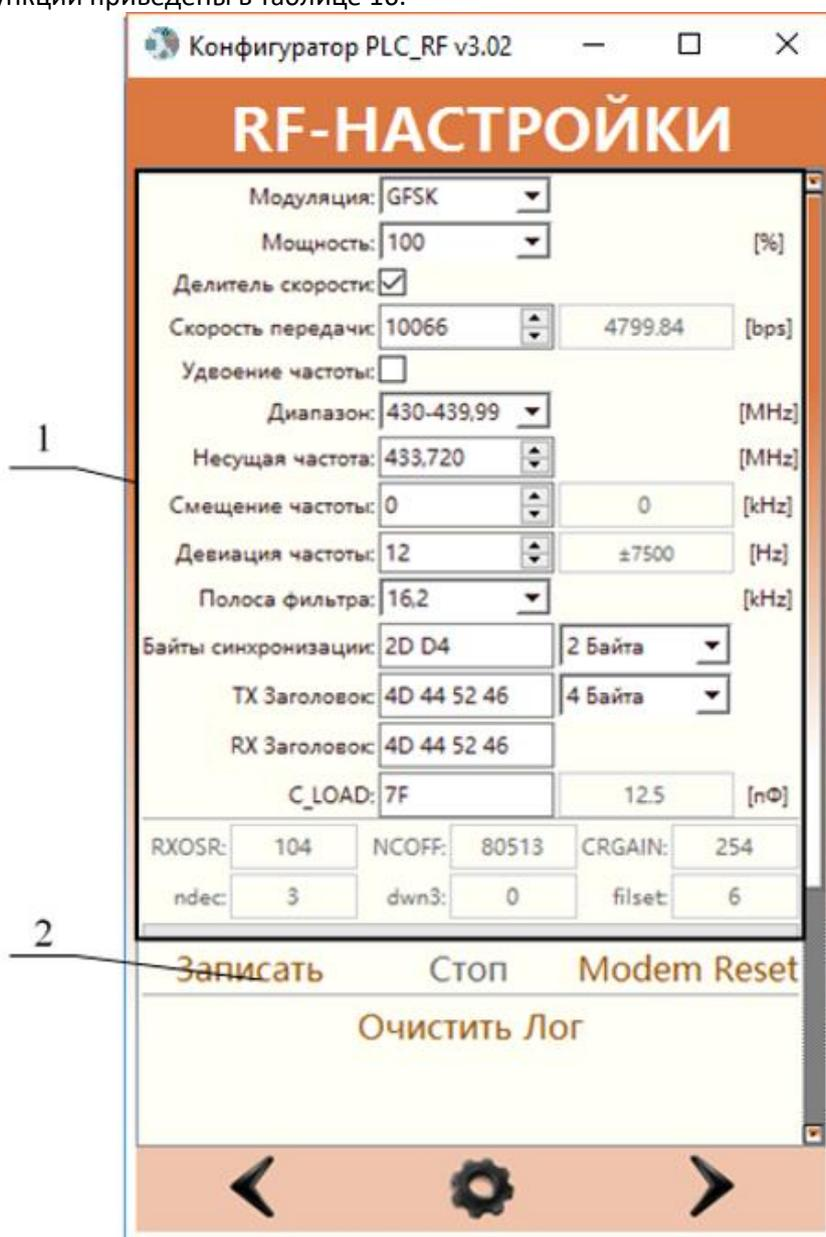

Рисунок 29 – Окно «RF-настройки» Милур IC U-Z и RF модулей
Порядок действий в конфигураторе при выполнении настроек параметров RF-канала Милур IC U-Z и модулей RF в составе счетчиков аналогичен и выполняется в окне «RF-настройки» для Милур IC U-Z и RF модулей (рис. 29).
12.2 Перейти в окно «RF-настройки» для Милур IC U-Z и модулей RF (рис. 29) нажатием кнопки «Далее» (рис. 1 поз. 7), пролистнув окно «Сетевые настройки»
Таблица 16 – Элементы Окна «RF-настройки Милур IC U-Z и RF модулей и их функции (рис. 29)
12.3 Произвести необходимые настройки параметров связи RF-канала (рисунок 29 поз. 1)
12.4 Сохранить произведенные настройки, нажав кнопку «Записать» (рис. 29 поз. 2);